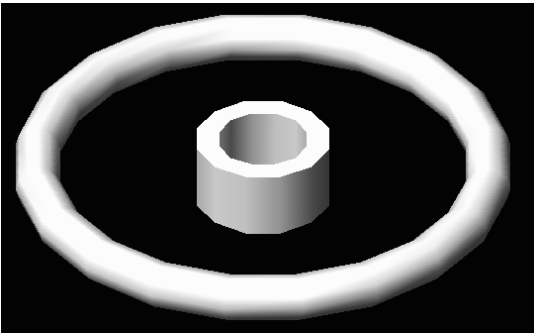

图 10-3-3
STEP 03 由于在二维线框中不好看出所作操作产生的变化，单击着色工具栏上的着色工具，给图着色。然后单击东南等轴测视图按钮。效果如图 10-3-3 所示。